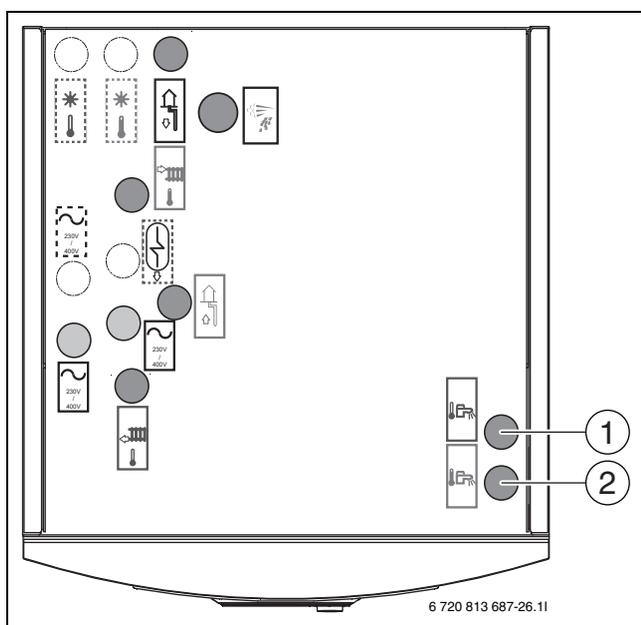

Рис. 22 Подключения воды к теплому насосу
- ▶ Подключите холодную воду к [1] (рис. 22).
- ▶ Подключите горячую воду к [2] (рис. 22).